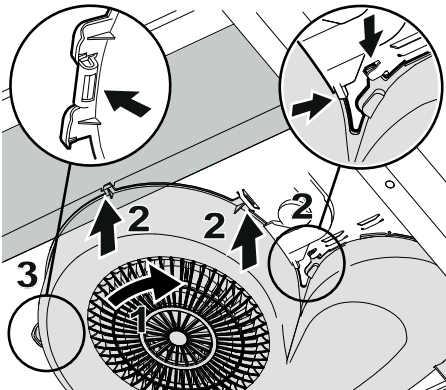

Fig. 8
Påse at alle klipsene passer mot flikene på ventilatoren. Skru inn ventilatorhuset (1) i flikene (2). Trykk ventilatorhuset tilbake i flikene (3). Fig. 8